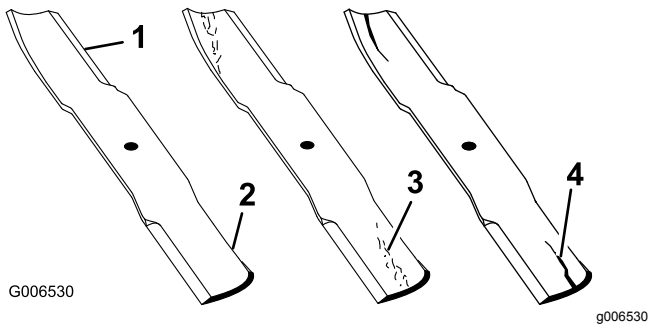

Figura 96
- Inspeccione los filos de corte (Figura 96).
- Si observa fisuras, desgaste o la formación de una ranura en esta zona, instale de inmediato una cuchilla nueva (Figura 96).